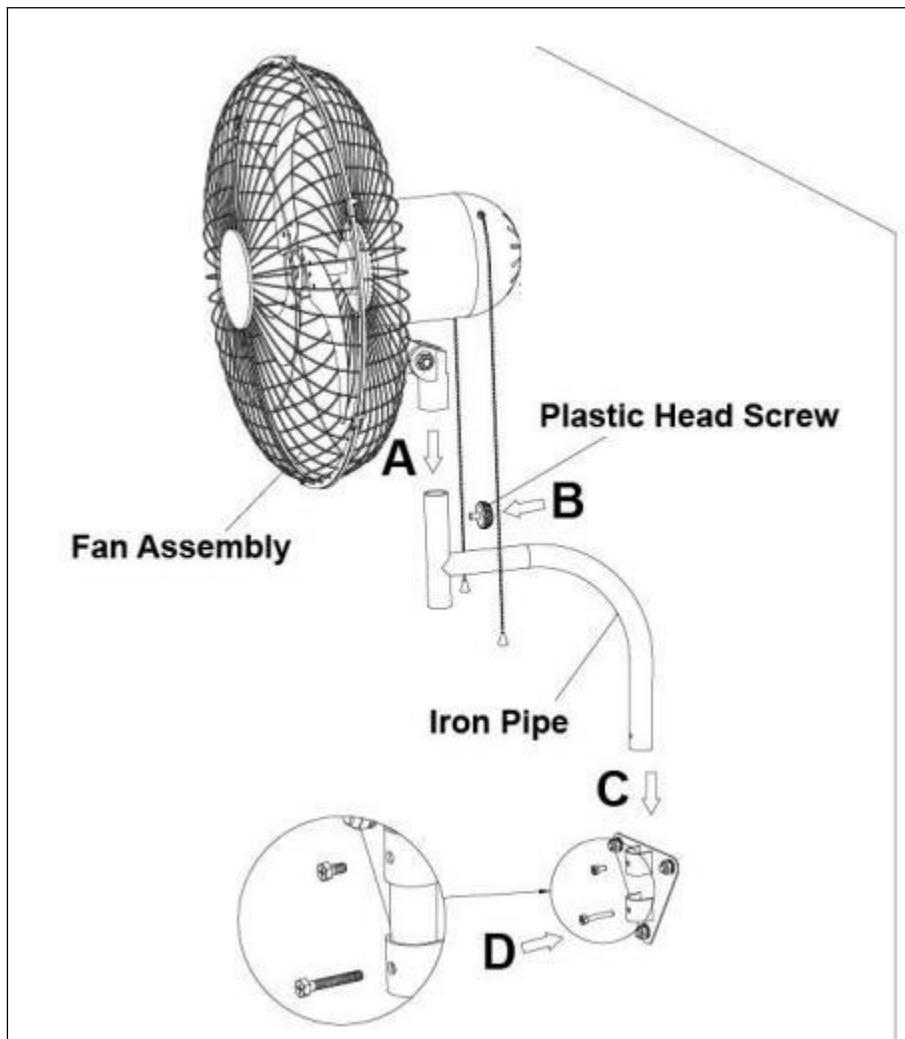

Figura 8.
1) Installare la testa della ventola sul tubo di ferro, quindi bloccare la vite con testa in plastica (9). Come mostrato in Figura 8. - AB